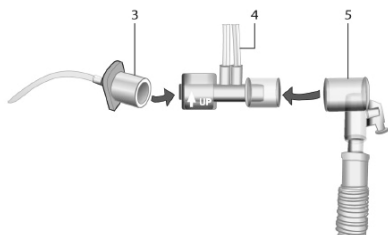

図 2
- a. 気管チューブ接続部(UP 及び矢印のマークがある側)を、気管チューブに接続する(図 2 の 3)。無理に接続しようとしないうこと。センサが正確な向きであれば、簡単に挿入できる。
- b. Y ピース接続部を、呼吸回路 Y ピース(図 2 の 5)に接続する。
4. PROX フローセンサチューブが上方向を向いているか確認する(図 2 の 4)。センサの向きを変える場合、PROX フローセンサチューブを引っ張ってセンサを回転させないこと。向きの変え方は以下の通りである。